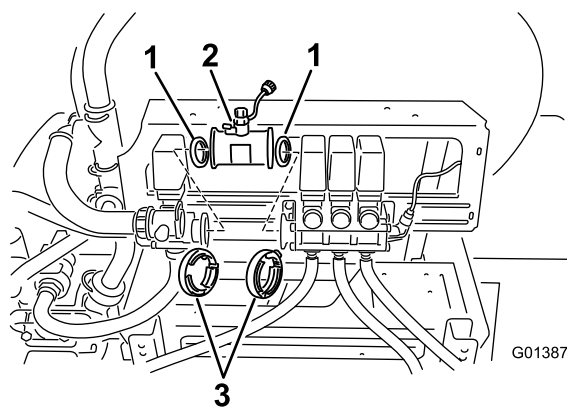

Figura 6
6. Instale o fluxímetro alinhado entre os conjuntos da válvula de agitação e válvula da rampa com a seta do fluxo virada para as três válvulas da rampa (Figura 6).
- A. Instale a junta existente no lado do fluxímetro que corresponde à válvula de agitação (Figura 6).